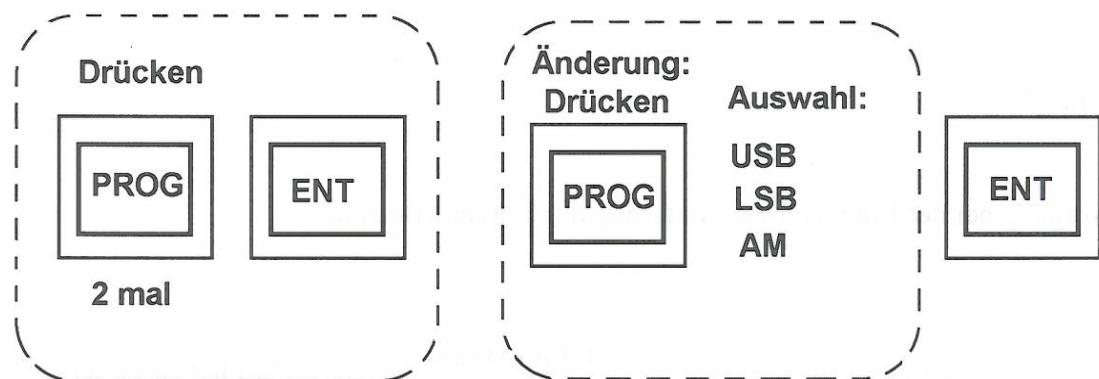

Bild 36
## 1) Einstellen des Hauptseitenbandes in der Einseitenbandmodulation (Bild 36):
2) Einstellen der Amplitudenmodulation (AM) (Bild 36):